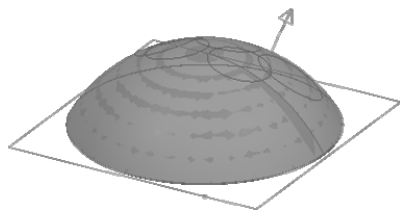

图 5-26 拾取的加工曲面
1) 完成加工参数设置后, 单击“确定”按钮, 系统在界面的左下方提示“拾取加工对象”, 直接拾取球形曲面的表面, 拾取的表面立即变为红色, 单击右键结束拾取。系统提示“改变曲面方向(在选定曲面上点取)”, 调整箭头方向, 使其指向曲面的外侧, 如图 5-26 所示。